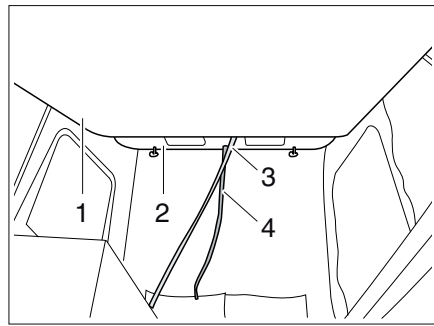

Bild 64 Bett im Hubdach
- Schlafdach (Bild 64,2) an den Griffen mit beiden Händen nach oben drücken.
- Matratze (Bild 64,1) an Ziehvorrichtung (Bild 64,3) nach unten ziehen bis sie hörbar einrastet.
- Matratze (Bild 64,1) nach oben drücken.
- Schlafdach an der Ziehvorrichtung (Bild 64,4) nach unten ziehen.